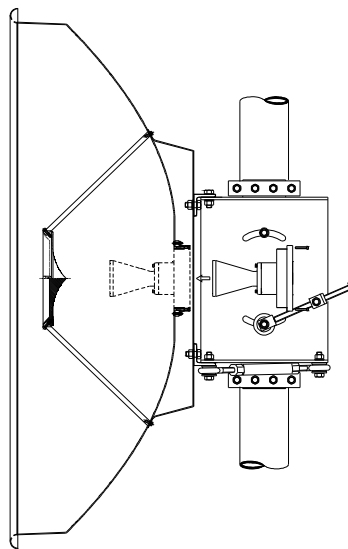

FIGURA 04 - Montagem e desmontagem do alimentador
- e) Havendo a necessidade de retirar o alimentador, deve-se remover os parafusos do alimentador, com uma chave Allen 3mm (parafusos cabeça cilíndrica com sextavado interno - Allen - M4), e sacar o alimentador pela parte traseira da antena, conforme figura 04.